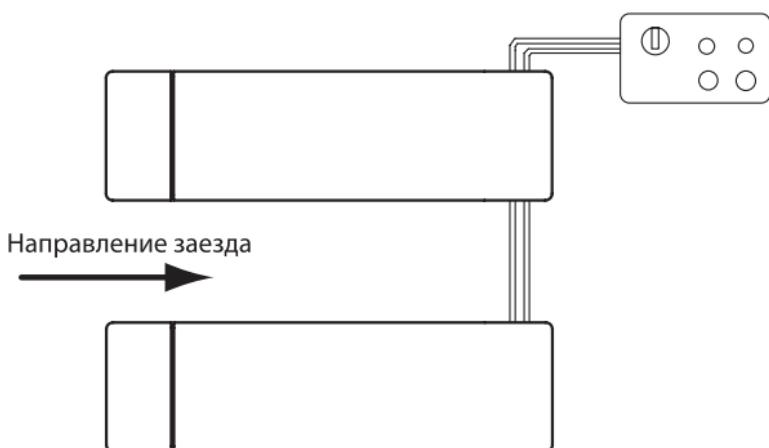

Рисунок 8 – Направление заезда
- Установите транспортное средство на подъёмник, заезд осуществляется с определённой стороны (рис. 8). Подхват осуществляется за специальные места, с помощью резиновых подушек. Следите, чтобы центр ТС был смещён не более чем на 2/3 своей длины от геометрического центра платформ. Следите за смещением центра тяжести авто – возможно, потребуется разгрузить автомобиль перед подъёмом.